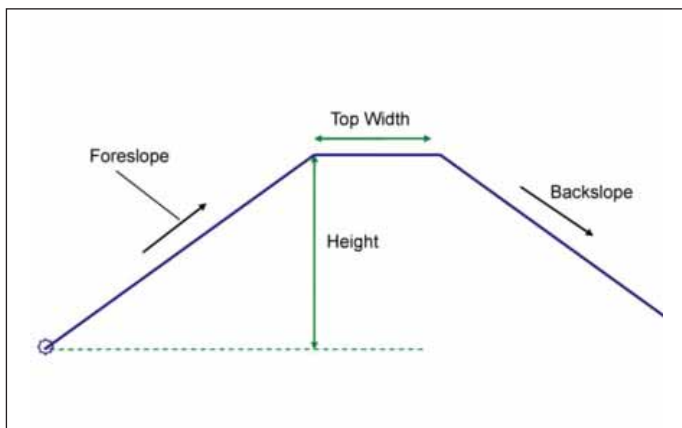

Рис. 30
- *SimpleNoiseBarrier* — узел используется для вставки шумового барьера с возможностью определения верхнего слоя почвы (рис. 30).